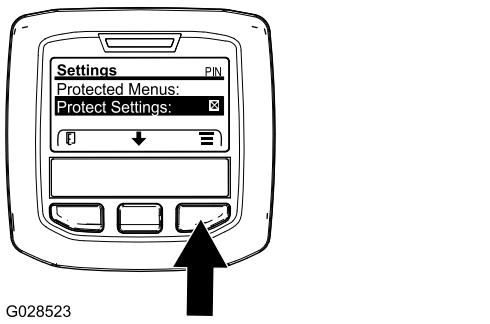

Figure 24
- Dans le MENU PRINCIPAL, appuyez sur le bouton central pour naviguer jusqu'au menu RÉGLAGES, puis appuyez sur le bouton droit (Figure 24).